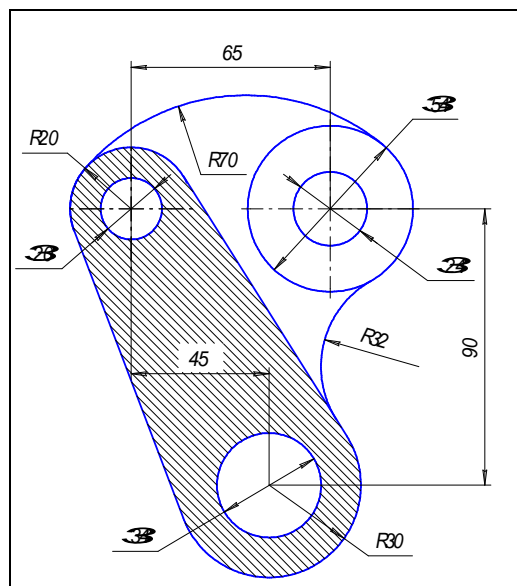

Рис. 65
Задание. Выполните чертеж детали «Шаблон», изображенный на рис. 65.
22.Используя чертеж детали на рис. 65 в качестве образца, проставьте все необходимые размеры.